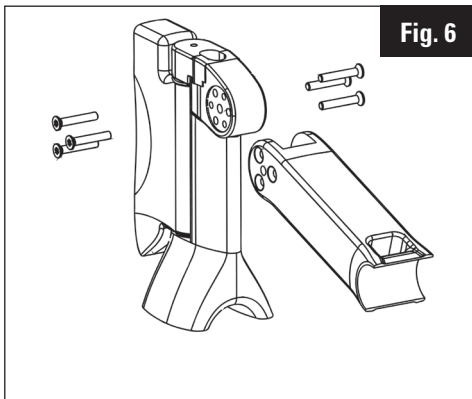

Fig. 6
5. Üben Sie einen leichten Druck auf die Konen aus, damit sie in der Gabel in der gewünschten Stellung bleiben (Abb. 6).